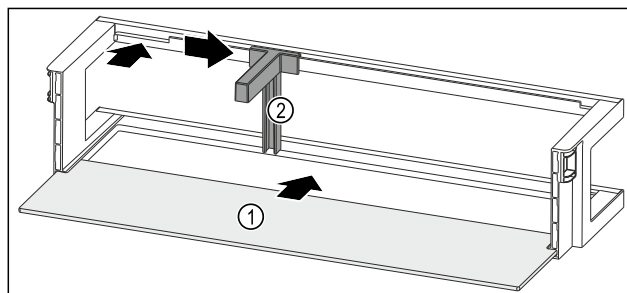

Fig. 136 Türabsteller mit Abstellfläche
- Abstellfläche Fig. 136 (1) in die seitlichen Aussparungen einschieben.
- Flaschenhalter Fig. 136 (2) in die Aussparung einsetzen.
- Flaschenhalter Fig. 136 (2) in gewünschte Position zur Seite schieben.